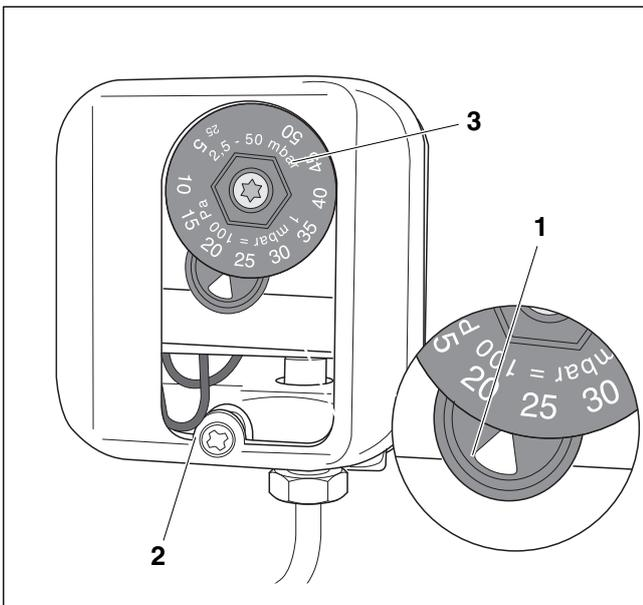

Рис. 46 Прибор контроля давления газа
- ▶ Для корректировки настройки нужно открыть крышку (→ рис. 46, [2]) прибора контроля давления газа.
- ▶ Выставить регулировочный диск (→ рис. 46, [3]) по настроечной маркировке (→ рис. 46, [1]).